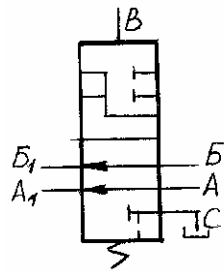

Рис. 39 Гидрораспределитель
5. ГИДРОРАСПРЕДЕЛИТЕЛЬ ЭО-3323А.07.21.010 (рис. 39)